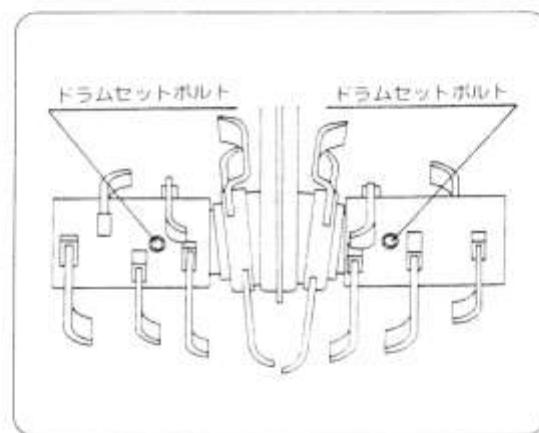

図39
- ① ドラムローター（左右）のセットボルト（左右各1本）をゆるめドラムローターを外してください。（図39）